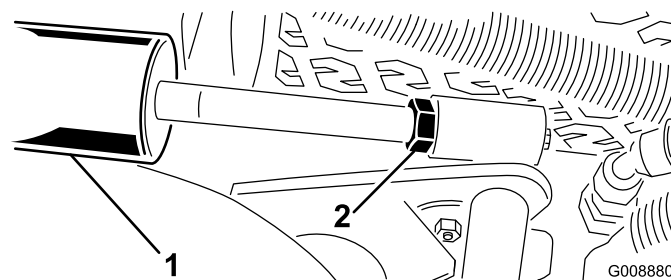

Figura 15
A. Baje las unidades de corte y afloje la contratuerca del cilindro (Figura 15).